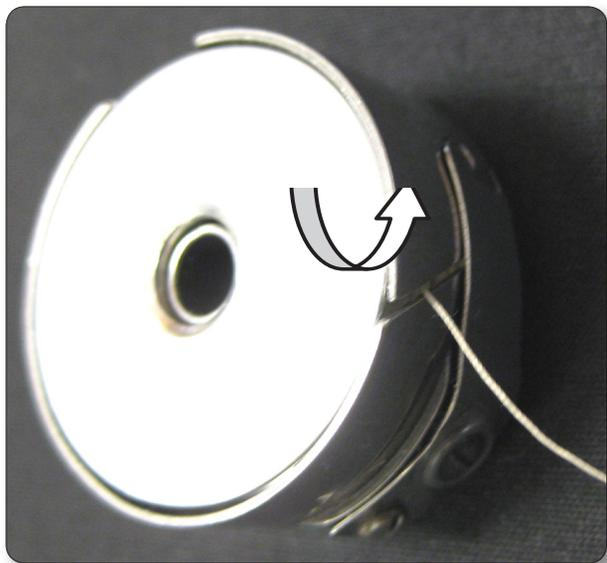

Figure 12
2. Faites glisser le fil dans la fente (Figure 12) et sous le ressort de tension en laissant pendre 5 à 6 pouces de fil (Figures 12 et 13).